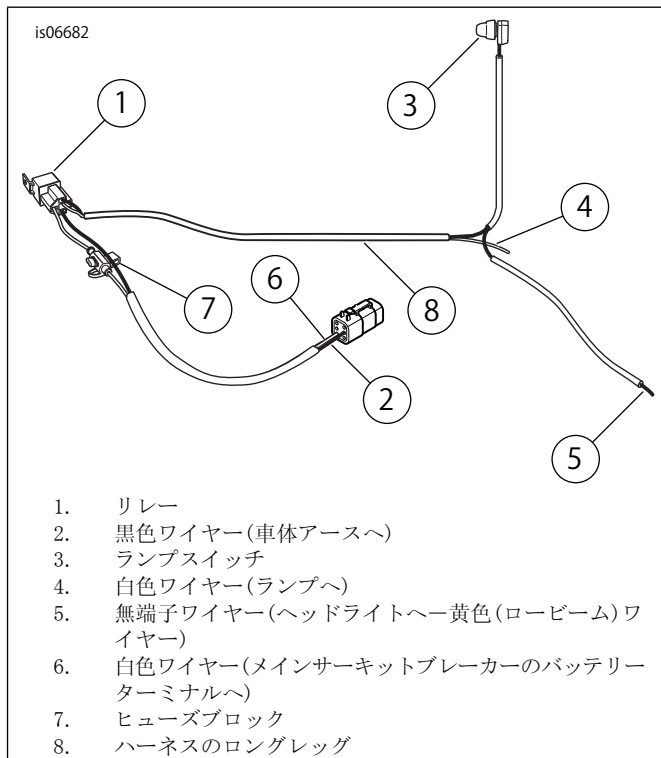

図4。ワイヤーハーネスコンポーネントの識別
配線ハーネス部品の種別については図4を参照してください。
14. 「図4」を参照してください。ハーネスを伸ばし、ステアリングヘッドを通り越した状態とし、ハーネスのランプスイッチ(3)レッグをハンドルバーの左側に沿わせてクラッチコントロールまで配線します。